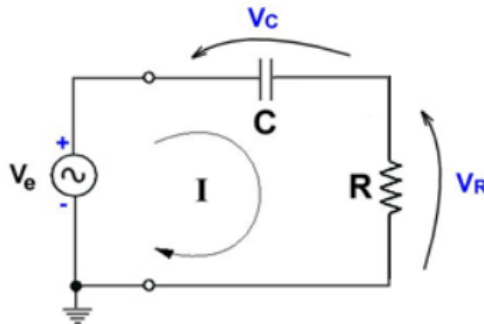

Figura 1 – Circuito RC
- a) Monte o circuito RC da Figura 1 (com $R = 1 \text{ k}\Omega$ e $C = 220 \text{ nF}$). Ajuste o gerador¹ (V_E) para fornecer um sinal senoidal de 6 V_{RMS} e offset nulo.